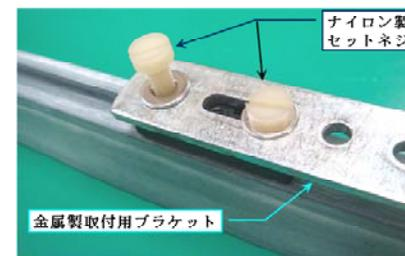

図7 ブルーバーR50の取付
- ブルーバーR50は、図7に示すようにナイロン製ネジで金属製取付用ブラケットを固定して下さい。